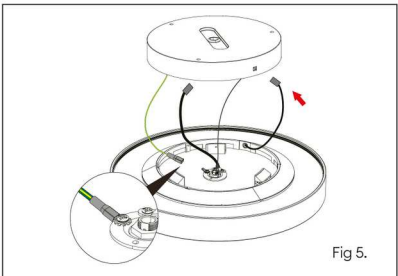

Fig 5.
- Fit main LED section by pushing onto the base section and rotating anti-clockwise (until clicking into place), taking care to ensure the cables are tidied away inside the base section. (fig 5).
- Installez la LED en l'appliquant à la base et en la faisant tourner dans le sens inverse des aiguilles d'une montre (jusqu'à sa mise en place) ; veillez à ce que les fils soient bien rangés à l'intérieur de la base (fig. 5).